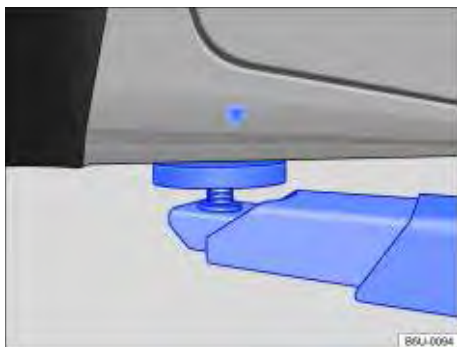
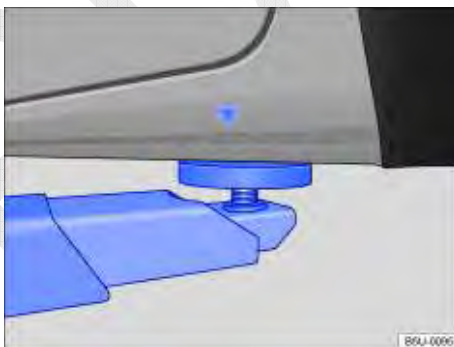

Fig. 142 Pontos de apoio dianteiros para a suspensão com plataforma elevatória ou com macaco.
Fig. 143 Pontos de apoio traseiros para a suspensão com plataforma elevatória ou com macaco.
O veículo deve ser suspenso somente pelos pontos indicados nas figuras ⇒ Fig. 142 e ⇒ Fig. 143. Se o veículo não for suspenso pelos pontos indicados, podem ocorrer danos no veículo ⇒ ⓘ e ferimentos graves ⇒ ⚠️.
- Suspender o veículo somente pelos pontos indicados nas figuras ⇒ Fig. 142 e ⇒ Fig. 143. Se o veículo não for suspenso pelos pontos indicados, o veículo pode cair da plataforma elevatória quando, por exemplo, o motor ou a suspensão for desmontado.